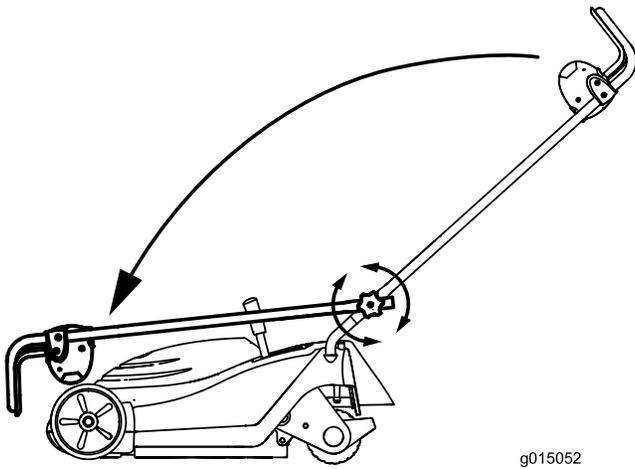

Рисунок 21
3. Сложите рукоятку, как показано на Рисунок 20 и Рисунок 21 в зависимости от вашей модели.